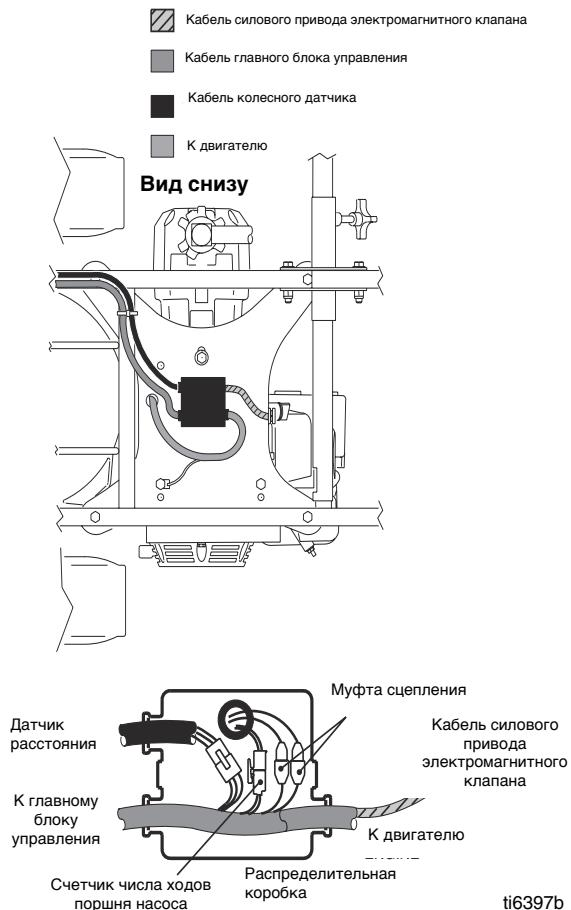
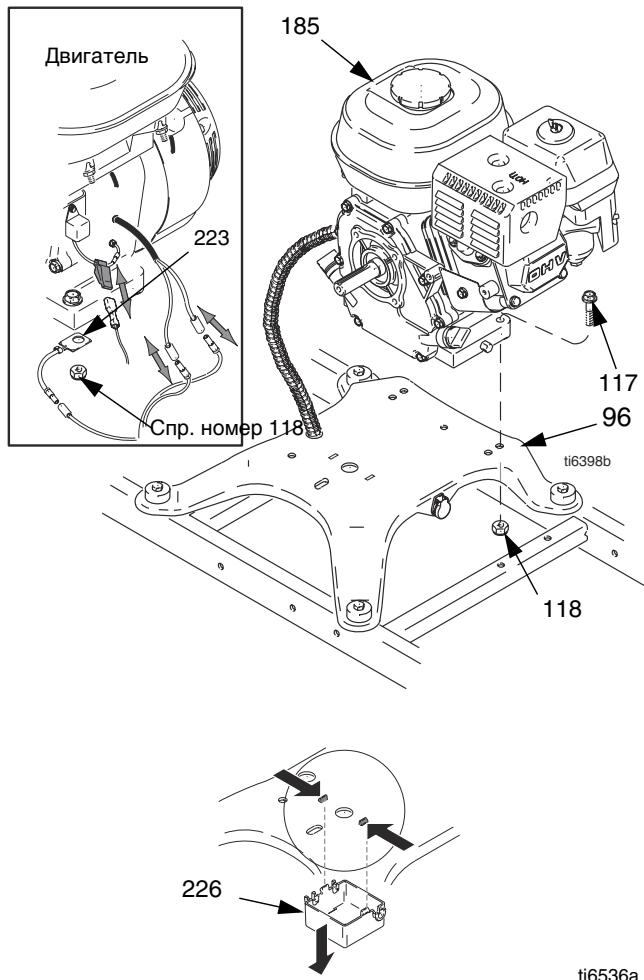

Рис. 11
Рис. 12
- Рис. 12. Снимите распределительную коробку (226).
- Рис. 11. Отсоедините датчик хода поршня насоса и кабели муфты сцепления.
- Рис. 11. Подсоедините датчик хода поршня насоса и кабели муфты сцепления.
- Рис. 12. Установите распределительную коробку (226).
- Рис. 11. Отсоедините все необходимые провода.
- Рис. 12. Открутите винт (177), снимите два винта (117), контргайки (118) и заземляющий провод (223, 260) с основания двигателя (185).
- Рис. 12. Аккуратно поднимите и поместите двигатель на крепежную пластину (96).
- Установите два винта (117) и провод заземления (223, 260) на основании двигателя, закрепите контргайками (118), с усилием 27,1 – 40,7 Н·м.
- Рис. 11. Подсоедините все необходимые провода.